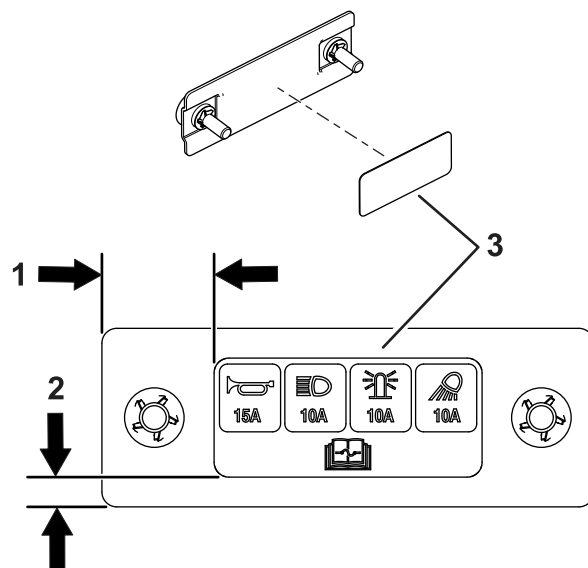

Figura 11
12. Aplicai autocolantul pe capacul siguranței aa cum se arată în Figura 11.